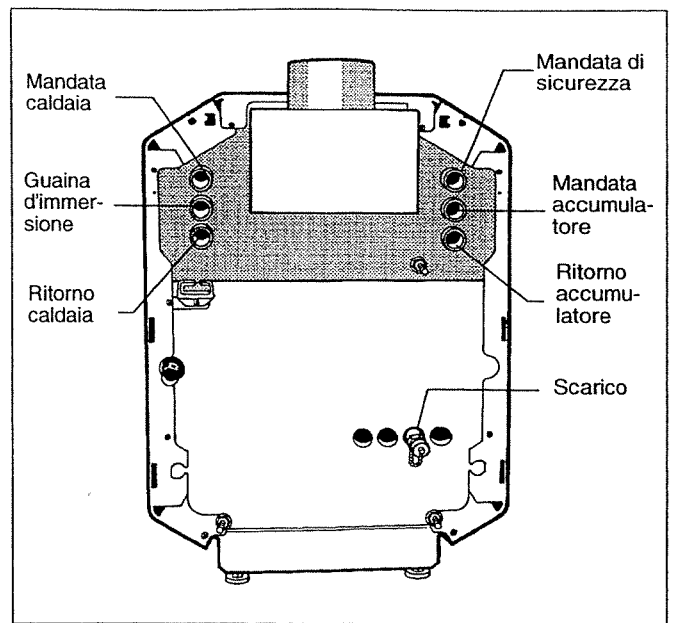

Fig. 5: Collegamenti lato acqua (stato alla consegna)
1. come nella condizione di fornitura prevista da Fig. 5.